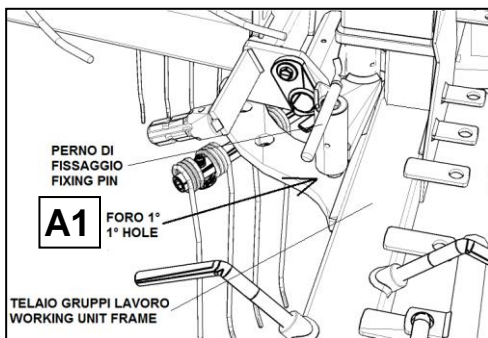

fig.2D
3. **Fig.2D** - Il telaio gruppi di lavoro bloccato nel foro **A1**, mediante perno a maniglia.
3. **Fig.2D** - The working unit frame locked in **A1** hole, by means the handle pin.